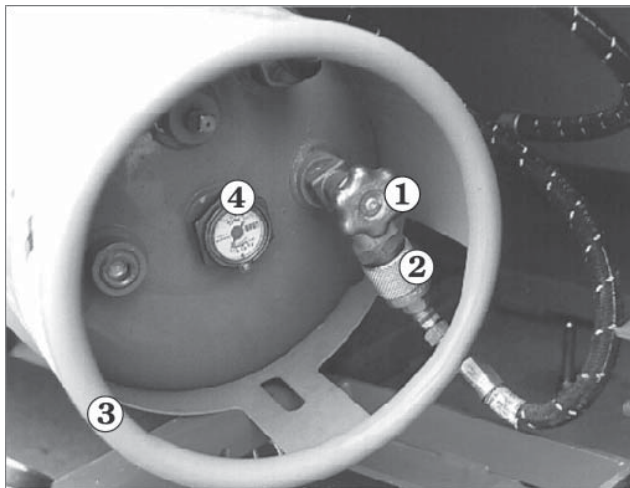

Abb. 7.2 – Auswechseln des LPG-Behälters
Zur Prüfung des Kraftstoff-Füllstandes die Kraftstoffanzeige ④ oben am Tank prüfen (siehe Abb. 7.2).
Auswechseln eines LPG-Behälters: Schließen Sie das Ventil ① (siehe Abb. 7.2). Trennen Sie den Schlauch von Hand am Rändelring ②. Heben Sie den Behälter ③ heraus.